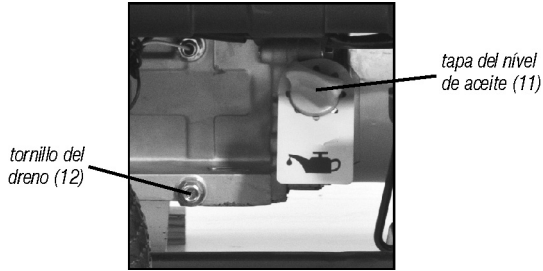

Fig. 7 – tapa del nivel de aceite (varilla)
- 3 - Retire la tapa de aceite y con auxilio de un paño, limpie la varilla indicadora de nivel (fig. 7);